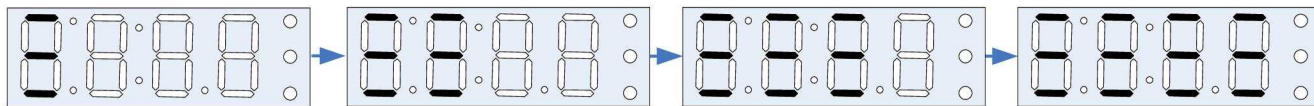

Рис. 11
2.3.3 Включить сигнализатор, удерживая нажатой кнопку «Питание» не менее 5 секунд, при этом на индикаторе, последовательно, с интервалом в ~1 секунду, должны засветиться три горизонтальных сегмента всех разрядов индикатора, как показано на Рис. 11.